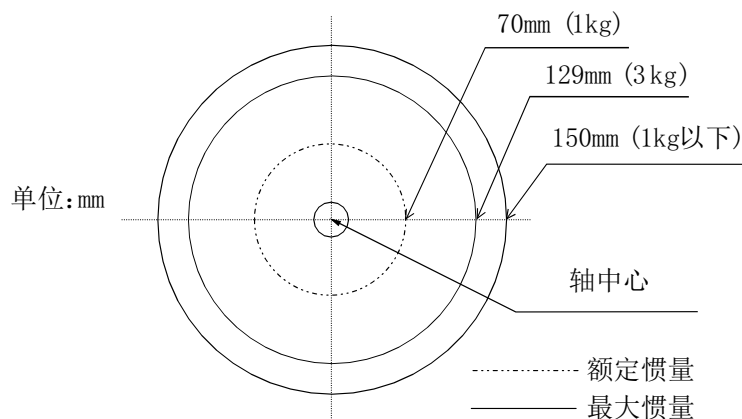
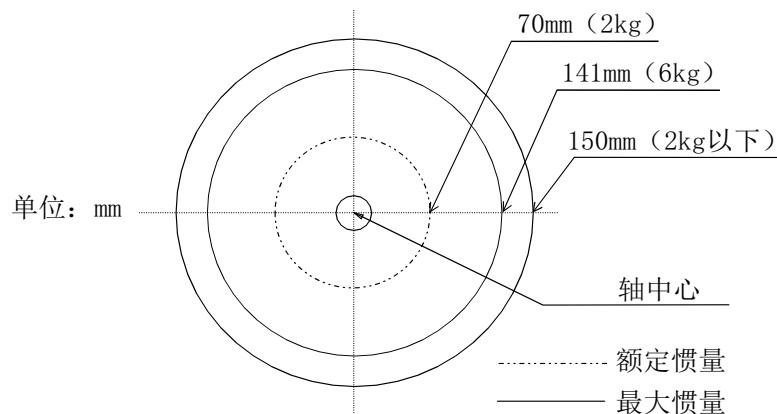

图 2-1: RH-3CH-S11/S23 的负载重心位置（负载体积较小的情况下）
图 2-3: RH-6CH-Sxx 的负载重心位置 (负载体积较小的情况下)
- (1) 关于工艺装备，应满足第 7 页的“2.1.1 基本规格”中记载的允许惯量以下的条件。
- (2) 负载的体积比较小情况下的重心位置分布尺寸如图 2-1、图 2-3 中所示。应参考这些图进行工艺装备的设计。
在图 2-1、图 2-3 中记载的最大惯量时的圆内侧使用。